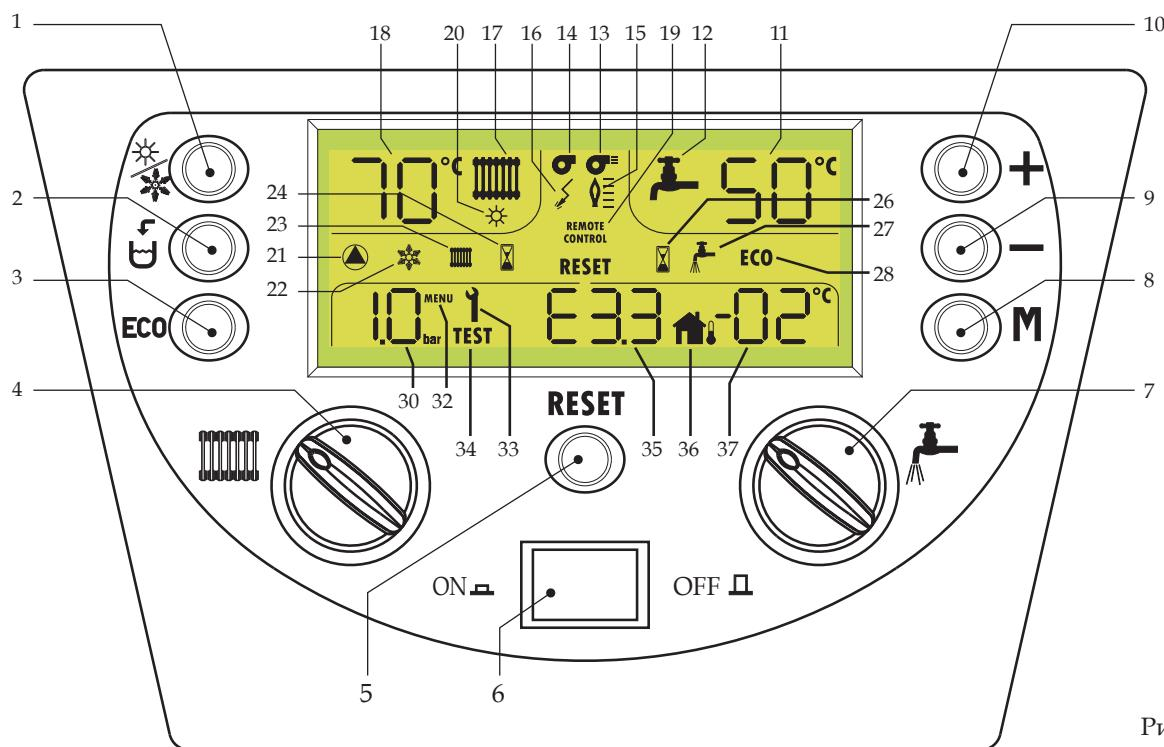

Рис. 1
Для включения/отключения режима Комфорт достаточно нажать клавишу 3 (**ECO**) - 3 (рис. 1).
Для восстановления рабочего режима - нажать клавишу 5 (Сброс (Reset) - рис. 1).
- Нажать клавишу ВКЛ/ВЫКЛ (ON/OFF) (см. рис. 1)
Нажать клавишу ВКЛ/ВЫКЛ (ON/OFF) (см. рис. 1)
Для выбора одного из двух режимов достаточно нажать клавишу 1 (рис. 1).